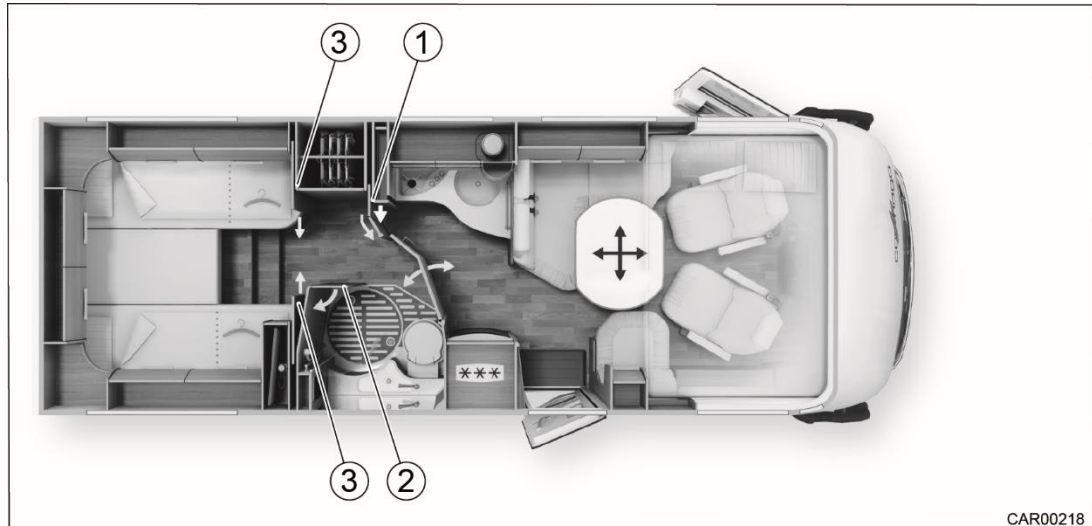

Fig. 79 Création d'un dressing au niveau de la salle de bains combinée et du lit une personne
1. Ouvrir le bouton-pression (Fig. 79/1) pour desserrer le blocage de la paroi de séparation.
6. Tourner le verrou tournant (Fig. 79/2) dans le sens horaire pour desserrer l'élément de porte pivotant.
8. Ouvrir les bouton-pressions (Fig. 79/3) pour desserrer les blocages de la paroi de séparation.